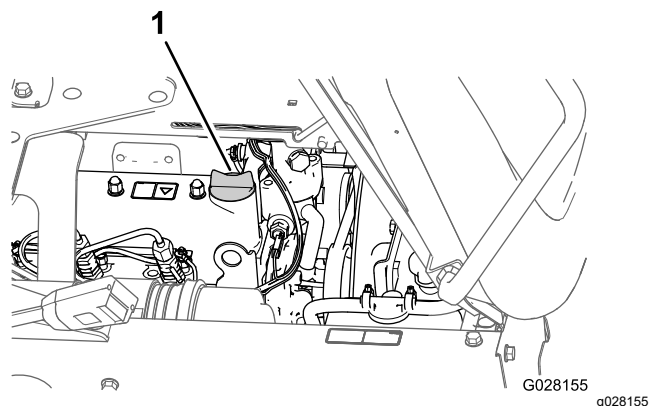

Figure 75
3. Si le niveau est trop bas, enlevez le bouchon de remplissage du couvre-culasse et versez la quantité d'huile nécessaire dans le goulot de remplissage pour faire monter le niveau jusqu'au repère maximum sur la jauge (Figure 75).